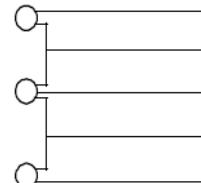

Рис. 5-1 Внешний вид панели управления
- На Рис. 5-1, А показан внешний вид панели управления моделей 0R7G-015G/018P, а на Рис. 5-1, В панель управления моделей 018G-022P-500G.